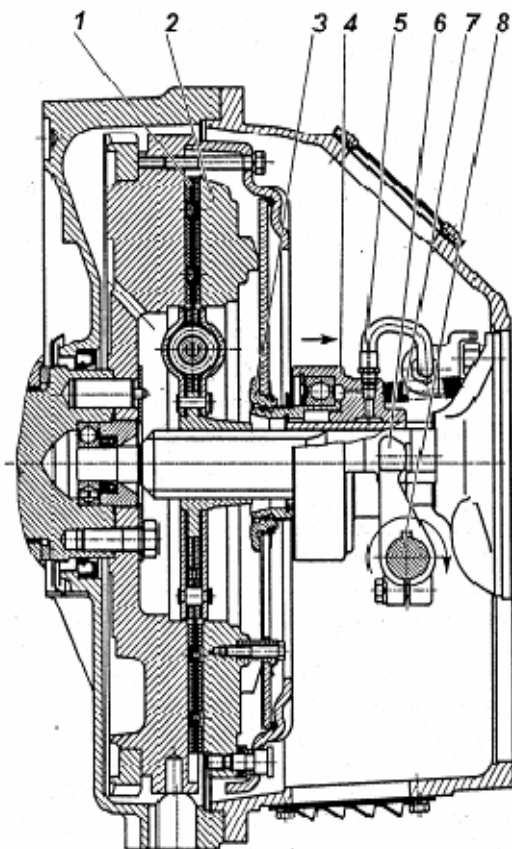
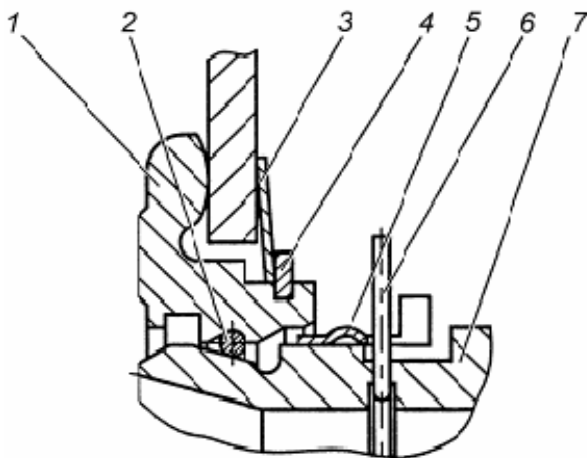

Рис. 91. Сцепление:
Рис. 93. Запорное устройство:
Диафрагменное сцепление (рис. 91) состоит из ведущих и ведомых частей, а также деталей механизма выключения сцепления, устанавливаемых в картер сцепления.
Механизм выключения сцепления состоит из муфты 4 (рис. 91) с подшипником, вилки 6 и валика 8. Муфта соединена через упорное кольцо 3 с диафрагменной пружиной с помощью запорного устройства.
Оттяжная пружина 7 (рис. 91) исключает проворот и осевые перемещения втулки 7 (рис. 93) относительно упорного кольца 1 (рис. 93). По мере износа фрикционных накладок муфта выключения сцепления 4 (рис. 91) перемещается вместе с пружиной в сторону маховика, при этом конструкция привода выключения сцепления автомобиля или другого транспортного средства обеспечивает поворот вилки 6 (рис. 91) по часовой стрелке после выбора зазора между лапками вилки и муфтой за счет периодической регулировки привода или постепенный поворот за счет конструкции гидропривода.
Конструкция запорного устройства показана на рис. 93. Она включает в себя упорное кольцо 1, втулку подшипника муфты 7 с фасонной канавкой, пружинное кольцо 2 круглого сечения, а также замковое кольцо 5. Упорное кольцо 1 устанавливается на диафрагменную пружину при сборке нажимного диска с кожухом и удерживается за счет пружинной шайбы 3 и стопорного кольца 4. На рисунке муфта заперта (соединена) с упорным кольцом. Внутри втулки подшипника муфты 7 установлено предохранительное кольцо 6, имеющее снаружи выступающий ус, препятствующий случайному расоединению муфты выключения сцепления и упорного кольца 1.
Выключение сцепления обеспечивается поворотом вала по часовой стрелке. Допустимое направление перемещения муфты и поворота вала для выключения сцепления показано на рис. 91 стрелками. Перемещение муфты и поворот вала в обратном направлении не допустимо.
- 5 С помощью специальной оправки сцентрировать кольцо 3 (рис. 91) относительно оси коленчатого вала двигателя.
- 2 Убедиться что муфта выключения сцепления отведена до упора в крышку подшипника первичного вала коробки передач пружиной 7 рис. 91.
Проверка качества установки сцепления (отсутствие "ведения", контроль величины крутящего момента на валу вилки) осуществляется на неработающем двигателе. Для этого необходимо повернуть вал вилки на угол $9^{\circ}30' \dots 11^{\circ}$ по часовой стрелке, что соответствует перемещению муфты на 11...13 мм от двигателя. При этом выходной вал коробки передач, при включенной передаче, должен вращаться при приложении крутящего момента не более 5 Н·м (0,5 кгс·м). Поворот вала вилки выключения сцепления по часовой стрелке показан на рис. 91.
- 4 Совместить полукруглый паз на муфте выключения сцепления в передней ее части с выступающим усом предохранительного кольца 6 (рис. 93) и, утопив его каким-либо предметом, удерживать в утопленном положении через центральное отверстие муфты выключения сцепления.